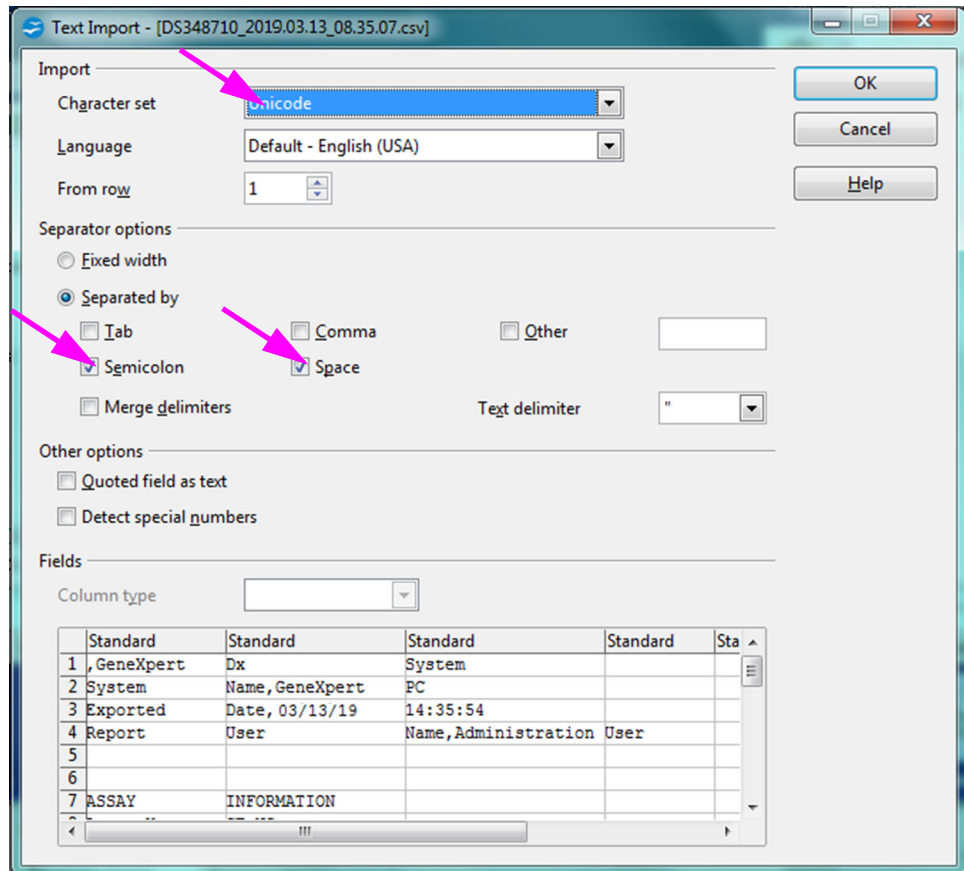

Figura D-3. Ecrã Text Import (Importar texto) apresentando as Predefinições
3. Clique em **Next (Seguinte)**. Quando surgir o novo ecrã, introduza a informação solicitada (nome e iniciais) e clique em **Finish (Concluir)**. Será visualizado o ecrã Text Import (Importar texto). Consulte a figura D-3.
4. No ecrã Text Import (Importar texto) (consulte a figura D-3), desmarque **Semicolon (Ponto e vírgula)** e **Space (Espaço)**.